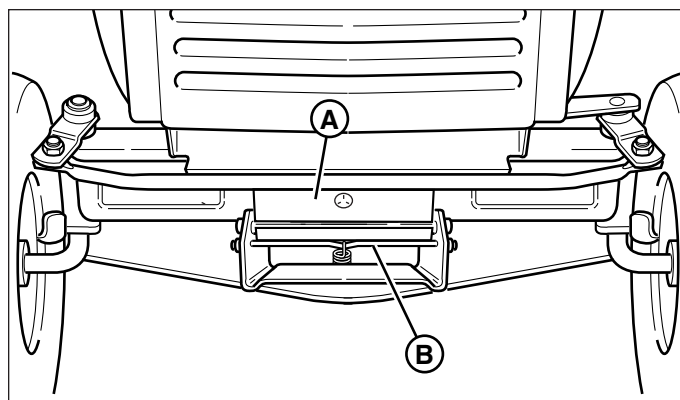

Figure 4. Attelage avant
1. Retirer le bouchon du réservoir de carburant (A, figure 4).
1. Relever le couvercle de broyage (B, figure 4).
2. Monter le déflecteur d'éjection latérale (A) sous le couvercle de broyage. Le déflecteur d'éjection latérale s'accroche sur la tige de support du couvercle de broyage et est tenu en place par le couvercle de broyage.
5. Décrocher l'attelage avant en tirant sur la tige de déverrouillage (A, figure 4) et en soulevant l'attelage de la tondeuse pour le libérer de celui du tracteur. Sortir la tondeuse du dessous du tracteur, par le côté droit.